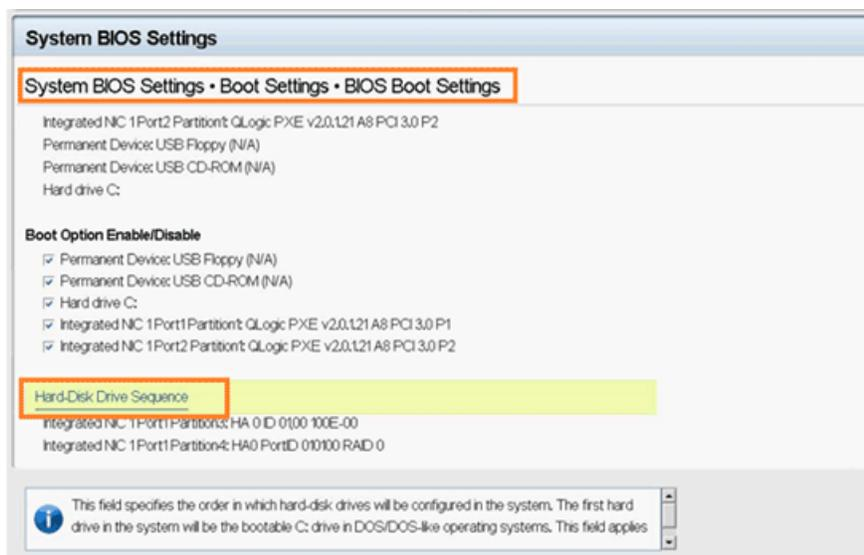

Figure 5-34. Sélection de la séquence de démarrage iSCSI
2. Sélectionnez **System BIOS Settings** (Paramètres du BIOS du système), **Boot Settings** (Paramètres d'amorçage), **BIOS Boot Settings** (Paramètres de démarrage du BIOS) et **Hard-Disk Drive Sequence** (Séquence de disques durs), comme indiqué à la Figure 5-34.